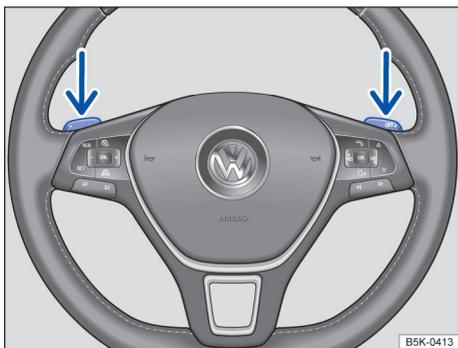

Fig. 94 Volante com seletores basculantes do Tiptronic.
- Puxar o seletor basculante direito → Fig. 94 na direção do volante para aumentar a marcha.